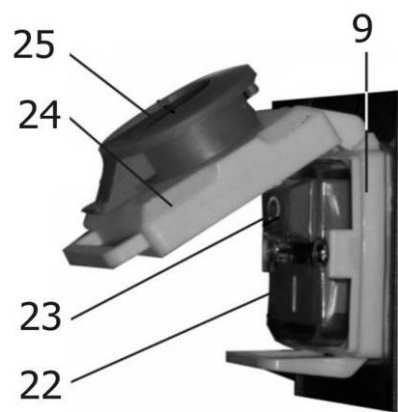
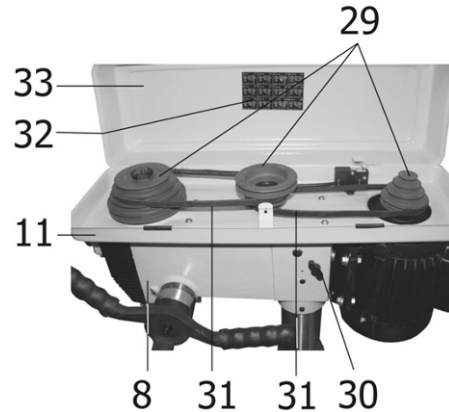
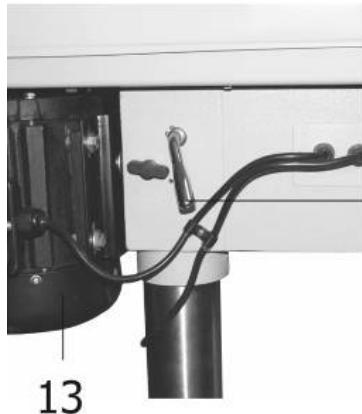

Рис. 6
Рис. 8
Рис. 9
10.2. Перед тем как включить станок проверьте, закрыта ли крышка (33) кожуха ременной передачи (11), Рис.8. Ключ к сверлильному патрону (Р), Рис.1, не должен оставаться в сверлильном патроне (6), Рис.2. Режущий инструмент в сверлильном патроне (6) должен быть хорошо зажат. Если режущий инструмент не установлен, то кулачки сверлильного патрона (6) должны быть сведены, Рис.2.
10.3. Станок оснащен магнитным пускателем, предотвращающим самопроизвольное включение после отключения питания. Магнитный пускатель (9), Рис.6, закрыт защитной крышкой (24) и заблокирован кнопкой (25), предотвращающей самопроизвольный пуск станка после нажатия на кнопку (25), Рис.6. При закрытой крышке (24) станок автоматически отключается от питания; станок можно включить только после открытия крышки (24) и нажатия зеленой кнопки (22). Отключение станка производится нажатием на красную кнопку (23), Рис.6. В случае необходимости экстренного отключения станка следует нажать на красную кнопку (25), в результате чего произойдет отключение питания станка, Рис.6.
10.6. При открытии крышки (33) кожуха ременной передачи (11), Рис.8, станок должен отключиться. Повторное включение станка возможно после закрытия крышки (33) кожуха ременной передачи (11), Рис.8 и вторичного нажатия на зеленую кнопку (23), Рис.6 (см. п.10.3).
10.8. В станке реализован ступенчатый принцип изменения скорости вращения шпинделя. Скорость вращения шпинделя регулируется изменением положения клиновых ремней (31) на ступенях шкивов (29), Рис.8. Можно установить 12 скоростей вращения шпинделя. Схемы положения клиновых ремней (31) на шкивах (29) для 12 вариантов скоростных режимов показаны на наклейке (32), находящейся на внутренней стороне крышки (33) кожуха ременной передачи (11), Рис.8. Для изменения скорости вращения шпинделя предварительно следует ослабить натяжение клиновых ремней (31), Рис.8. Для этого необходимо ослабить винты фиксации (30), расположенные симметрично с двух сторон шпиндельной головки станка (8), Рис.8. Затем с помощью ручки (34) переместите электродвигатель (13) в сторону режущего инструмента, Рис.9. Руководствуясь данными наклейки (32) на крышке (33) кожуха ременной передачи (11), установите ремни (31) на ступенях шкивов (29) в требуемые позиции, Рис.8. Натяните клиновой ремень с помощью ручки (34), Рис.9, и переместите электродвигатель (13), Рис.9, в сторону от режущего инструмента. Зафиксируйте необходимое натяжение винтами фиксации (30) с двух сторон шпиндельной головки (8), Рис.8.